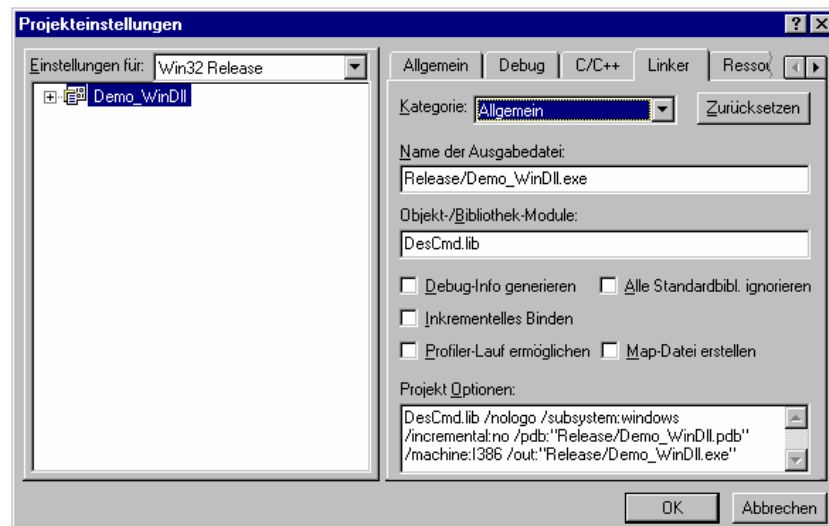

Abbildung 2.1: Projekteinstellungen in Visual C++
- Dritter Schritt:** Die Datei 'DesCmd.lib' muss zum Projekt hinzugefügt werden. Dazu wählt man den Menüpunkt 'Einstellungen' im Menü 'Projekt'. Unter dem Reiter 'Linker' werden die Datei 'DesCmd.lib' im Feld 'Objekt- / Bibliothek-Module' eingetragen. Die Abbildung 2.1 zeigt diese Einträge.